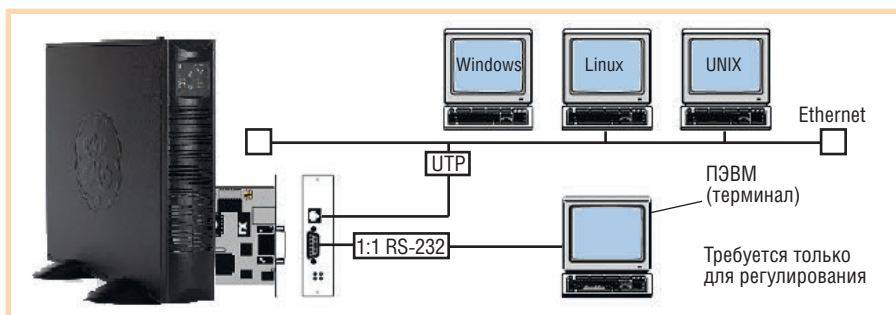

Рис. 14. Диаграмма подключения платы SNMP для работы в сети и к ПК (только во время конфигурирования системы)
2. Сервер Web. Информация об ИБП также доступна в формате HTML, который является основным языком общения в Интернете. Любой стандартный Интернет-браузер подходит для наблюдения и контроля ИБП из любой точки сети и даже из любой точки мира при использовании Интернета. Данные с Web-сервера дают детальную информацию о статусе ИБП, также возможно изменение конфигурации интерфейса SNMP (рис. 14, 15).